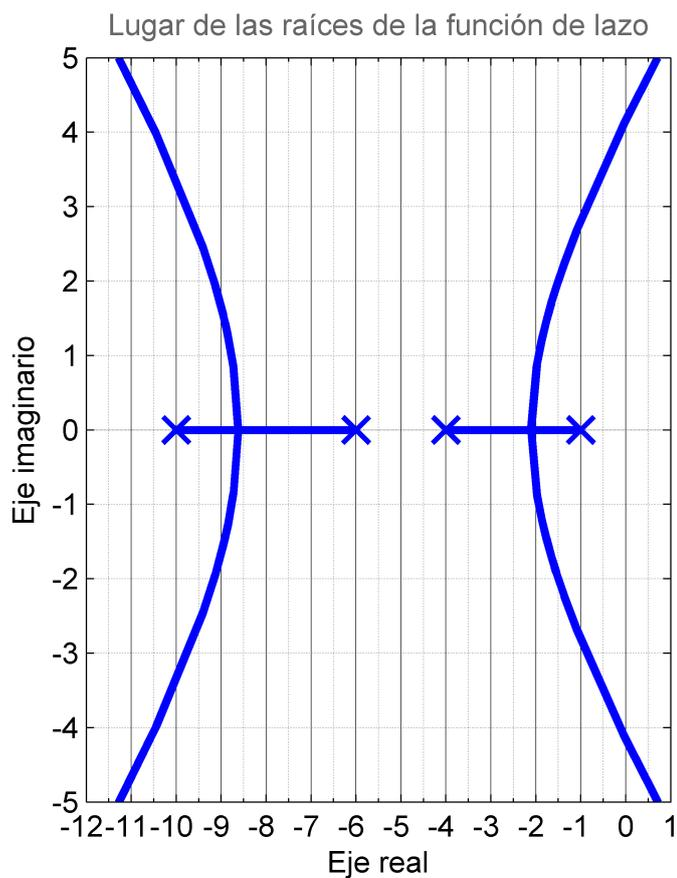

Figura 2: Lugar de las raíces
2. La figura 2 muestra el lugar de las raíces de un sistema controlado con un regulador proporcional y realimentación que puede considerarse unitaria, tras haber hecho los oportunos ajustes con el selector de referencia. La ganancia *estática* del sistema a controlar es 1.